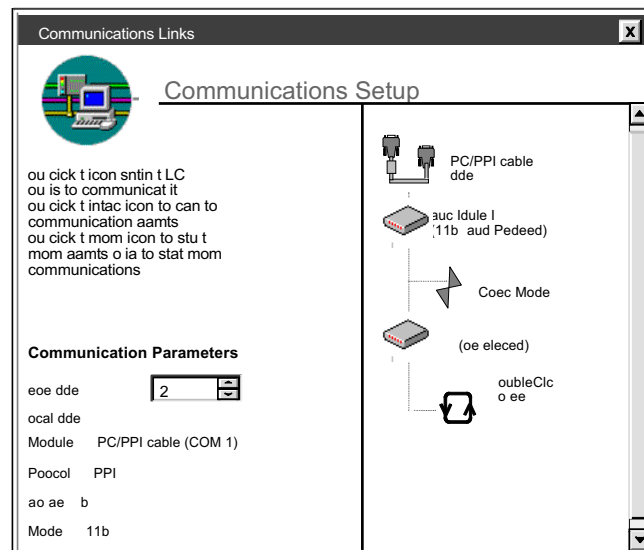
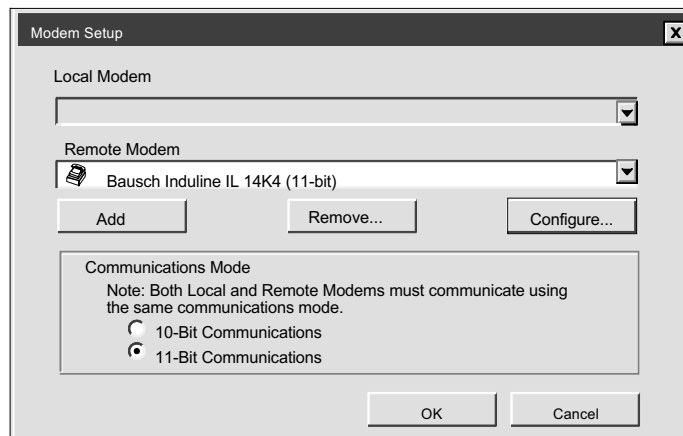

图 7-11 通讯设置对话框
图 7-14 远程调制解调器的设置对话框
7. 单击 "OK" 按钮，出现通讯设置 (Communications Setup) 对话框，现在有两个调制解调器图标和一个连接调制解调器图标 (见图 7-11)。
1. 在通讯设置对话框中，双击第二个调制解调器图标 (图 7-11)，出现远程调制解调器的“Modem Setup”对话框 (图 7-14)。